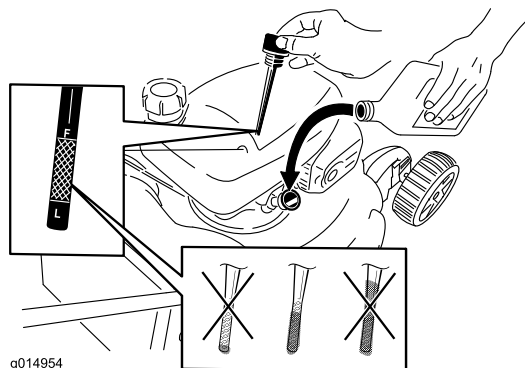

Figura 6
1. Retire la varilla (Figura 6).
2. Vierta **lentamente** aceite en el tubo de llenado hasta que el nivel llegue a la marca **Full** (lleno) de la varilla (Figura 6). **No llene demasiado.** (Capacidad máxima: 0,59 l, tipo: SAE 30, aceite detergente con clasificación de servicio API SF, SG, SH, SJ, SL o superior.)